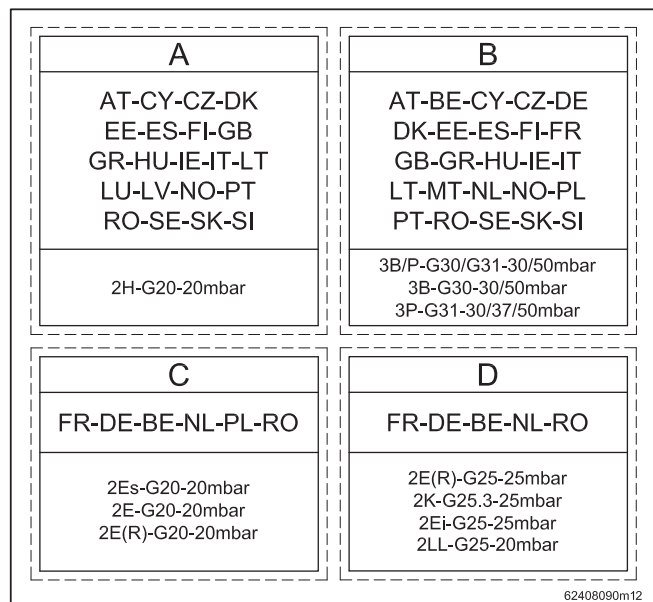

Figure 14-7 - Etiquettes attestant le nouvel état de réglage de l'appareil
- 18 - appliquer sur le côté droit de l'appareil, à la place de l'étiquette qui identifiait l'ancien état de réglage, la plaque signalétique adhésive (voir la figure 14-7), attestant le nouvel état de réglage de l'appareil, de la manière suivante : appliquer l'étiquette « B » si l'appareil a été converti du méthane au GPL ; appliquer l'étiquette « A » si l'appareil a été converti du GPL au méthane.
- 8.- appliquer sur le côté droit de l'appareil, à la place de l'étiquette qui identifiait l'ancien état de réglage, la plaque signalétique adhésive (voir la figure 14-7), attestant le nouvel état de réglage de l'appareil, de la manière suivante : appliquer l'étiquette « B » si l'appareil a été converti au